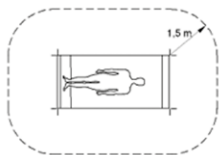

Fig. 2
- ⚠️ Vervang de batterijen buiten de omgeving van de patiënt (ten minste op 1,5 meter van de patiënt of ondersteunend begeleider conform IEC 60601-1, zie fig. 2).